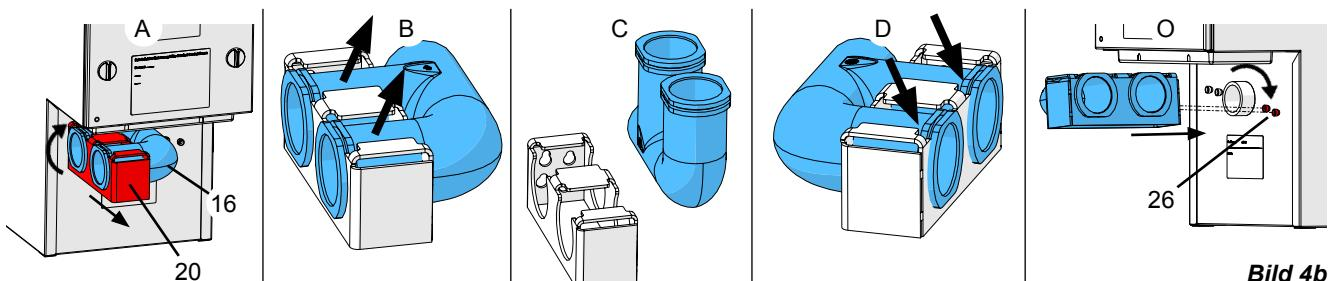

Bild 4b
- ⇒ Placera insugsgrenröret (16) på avgassystemets sugmunstycke och häng fästet (20) i fästsprövarna (26, bild 4b).